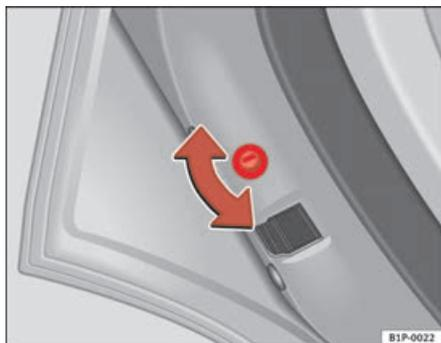
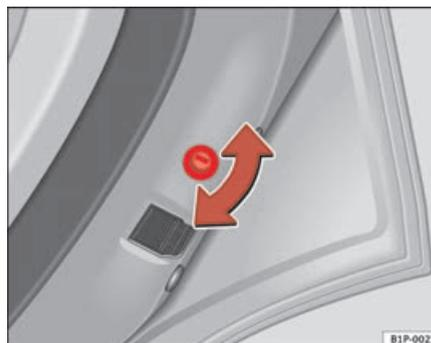

Fig. 44 Sécurité enfants de la porte gauche
Fig. 45 Sécurité enfants de la porte droite
- Lorsque la porte est ouverte, tournez la rainure avec la clé du véhicule dans le sens anti-horaire pour les portes de gauche et dans le sens horaire pour les portes de droite ⇒ fig. 44, ⇒ fig. 45.
- Lorsque la porte est ouverte, tournez la rainure avec la clé du véhicule dans le sens anti-horaire pour les portes de droite et dans le sens horaire pour les portes de gauche ⇒ page 80, fig. 44, ⇒ page 80, fig. 45.